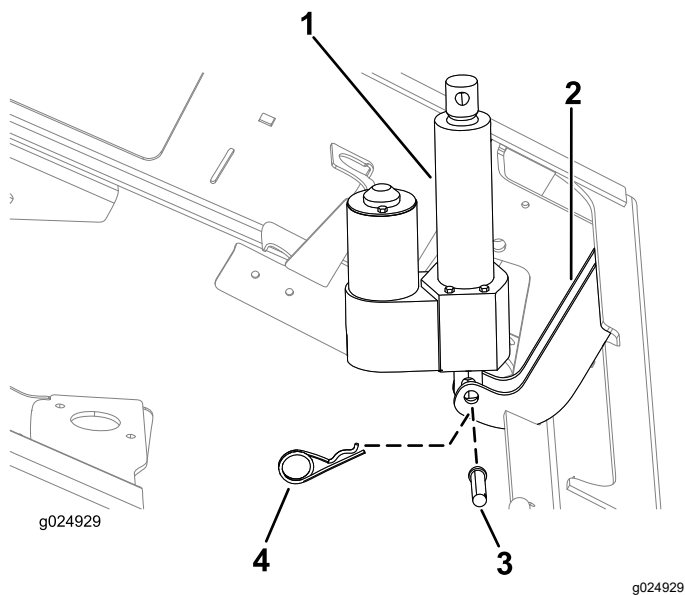

图 9
1. 将提升致动器下安装支架点中的孔与机架安装支架中的孔对齐图 9。
2. 使用柱销2-1/4 英寸和发卡销将提升致动器固定到机架安装支架上图 9。